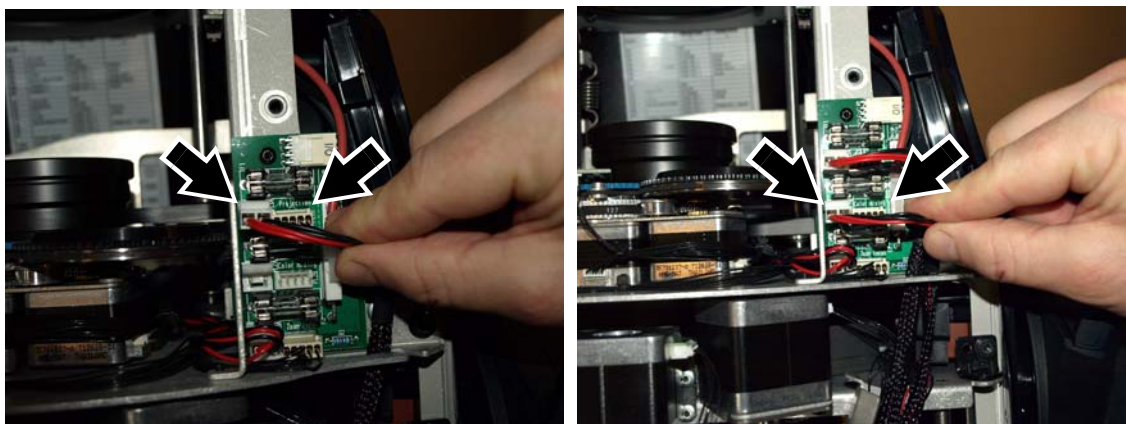

Figure 20: Connexion du module IBD
9. Voir Figure 20. Connectez le module IBD aux connecteurs **Projection** et reconnectez le module de trichromie aux connecteurs **Color mixing** du PCB à droite de la tête.